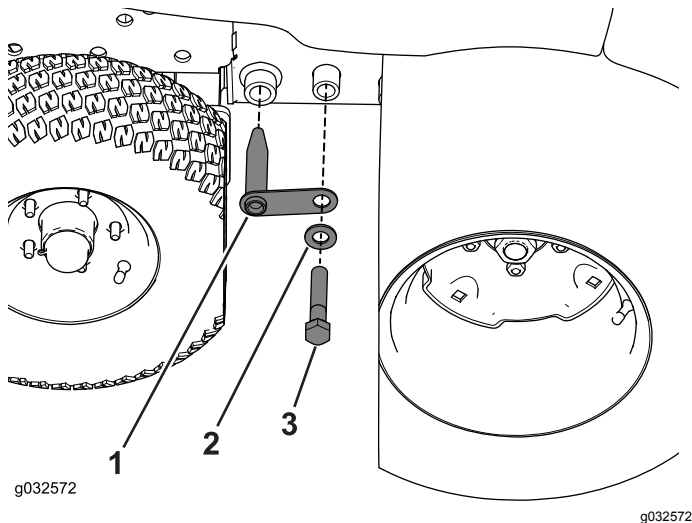

Рисунок 69
4. Прикрепите зимнюю раму к раме машины с помощью соединительной тяги, болта ( $\frac{3}{4}$  x 4 дюйма) и шайбы (Рисунок 69).